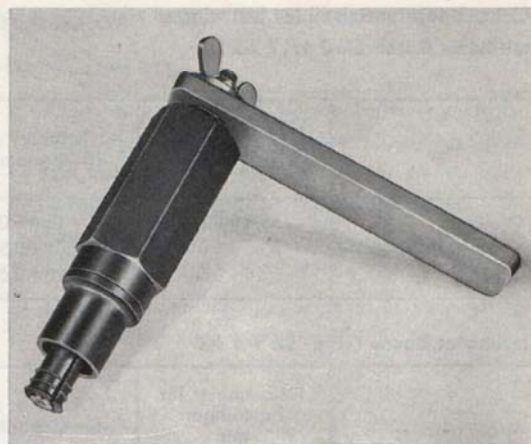

Bild 64. Verktyg för demontering av bussning.
1. Pressa, slå eller drag ut den förslitna bussningen med hjälp av lämpligt verktyg. Specialverktyg för borsthållarskölden visas på bild 64 och 65.